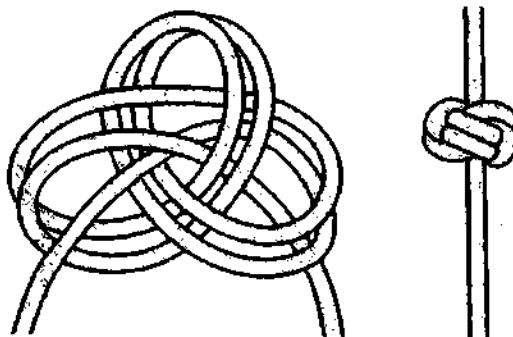

Рис. 108. Удвоенный трёхпетельный узел.
**енный трёхпетельный узел**, размер которого, по сравнению с **трёхпетельным узлом**, увеличится в три раза (рис. 108).